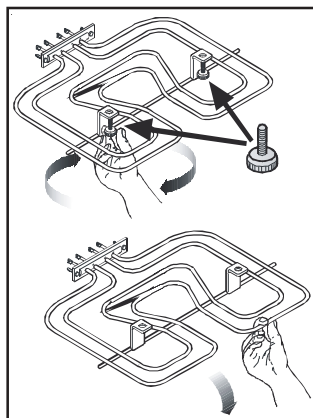

Рис. 7
- Выкрутите винты, которые держат гриль (см. рис. 7). В первый раз рекомендуется использовать отвертку.